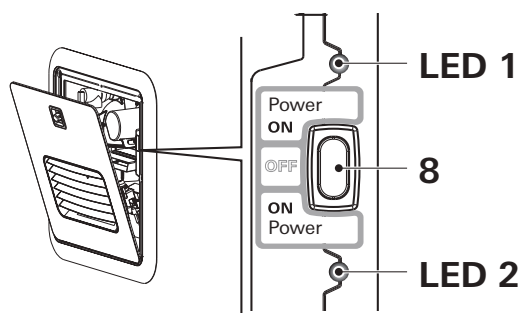

Fig. 8
2. Para encender el aparato, conecte el interruptor de alimentación (Fig. 8 – 8) en una de las dos posiciones de encendido «ON».
- Cuando se enciende el LED 1 de encendido verde (Fig. 8 – LED 1), el aparato está encendido.
- Si el LED 2 de código de error rojo parpadea/se ilumina (Fig. 8 – LED 2), existe un fallo o una advertencia (consulte «APÉNDICE A – Códigos de error» en la página 38).
3. Apague el aparato con el interruptor de alimentación (Fig. 8).
- El LED 1 de encendido verde (Fig. 8) se apaga.